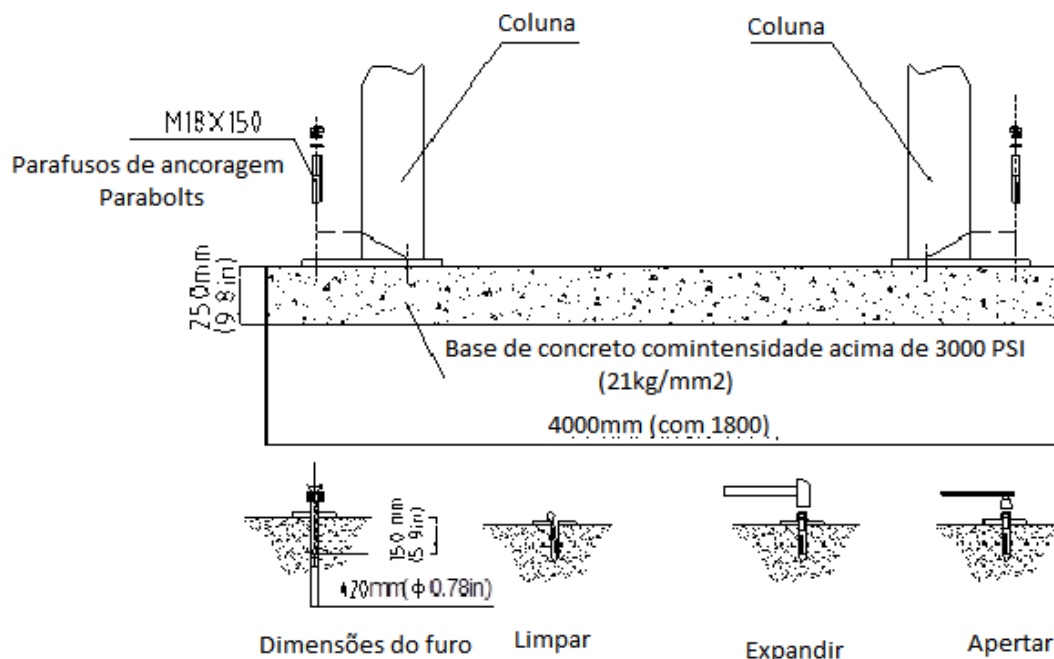

Fig.4
1. Primeiro, conecte e monte a coluna e, em seguida, eleve a coluna para a parte superior direita do local. Alinhe a placa de base da coluna com o layout da linha de giz. Guiado pelo orifício na placa base da coluna, perfure os orifícios na laje de concreto e use cinco parafusos de ancoragem p/ concreto para fixar as colunas no chão. Durante a perfuração, certifique-se de que não haja movimento da linha de giz (como mostrado na Fig. 4).